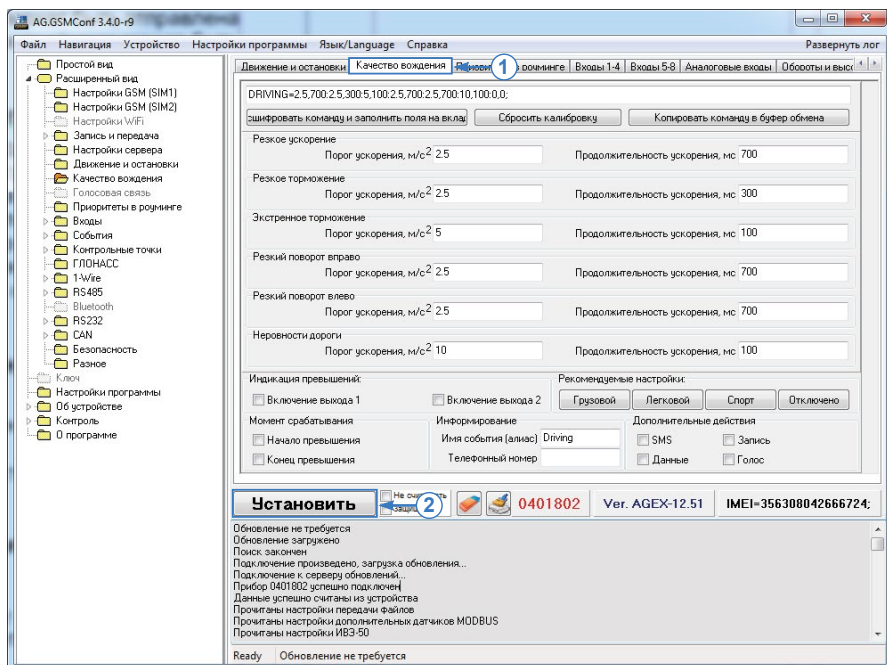

Рис.1. Настройка режима контроля качества вождения в контроллере «АвтоРАФ».
- запустите программу «AG.GSMConf» и перейдите на вкладку «Качество вождения» (**Рис. 1, п.1**);
- установите необходимые параметры на вкладке и запишите новые настройки в подключенный контроллер, нажав кнопку «Установить» (**Рис. 1, п.2**).